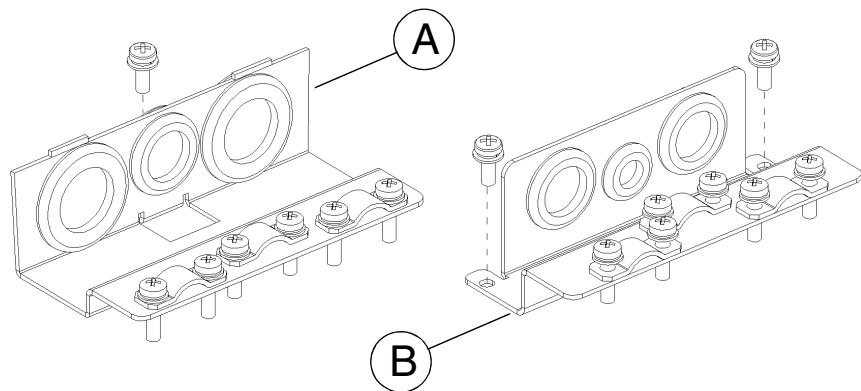

Рис. 17 Уплотнительная пластина для **силовых кабелей (A)** и для **кабелей управления (B)**, преобразователи частоты типа IP 21 / NEMA1.
Уплотнительная пластина для кабелей управления (B), см. рис. 17